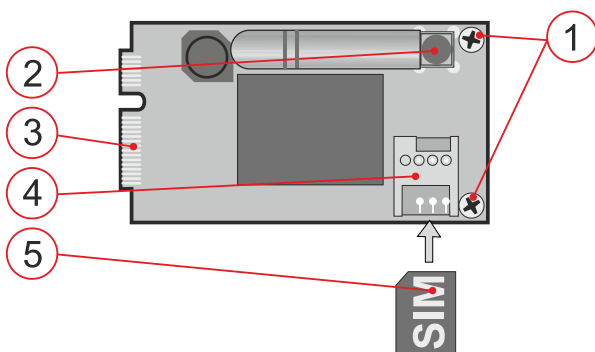

Fig. 1 : Transmetteur JA-194Y
- Attacher l'antenne GSM** au connecteur (2.) du module du transmetteur (inclus avec le JA-194Y). Lors de l'installation de l'antenne, suivez l'orientation indiquée à la Fig. 1.